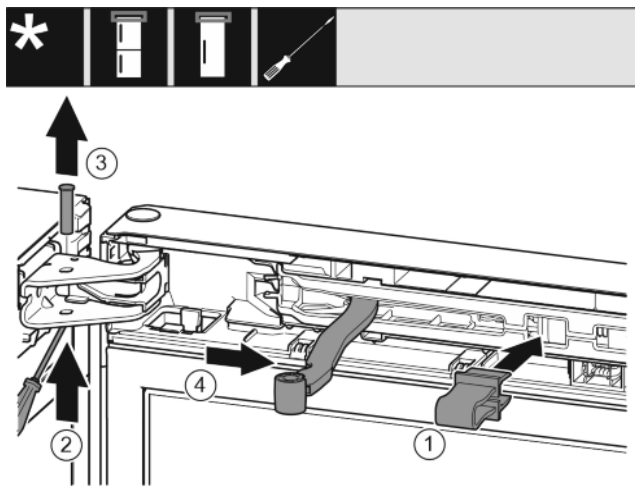

Fig. 7
- ▶ Borging in de opening klikken. Fig. 7 (1)
- ▶ Bout met schroevendraaier eruit schuiven. Fig. 7 (2)
- ▶ Bout vanaf de bovenkant eruit halen. Fig. 7 (3)
- ▶ Scharnier in de richting van de deur draaien. Fig. 7 (4)